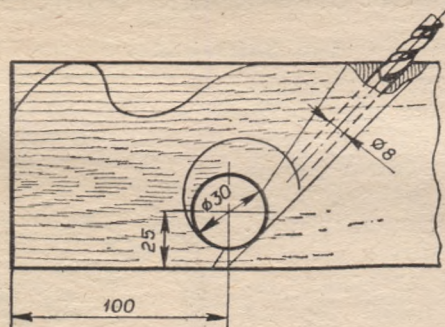

Рис. 149. Отверстие в колодке зензубеля.
4. Просверлить отверстия для вылета стружки и для клина (рис. 149).